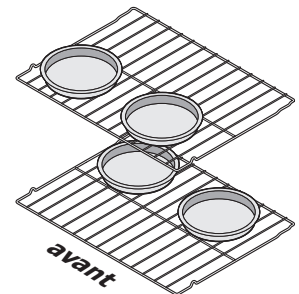

Figure 26 : Espacement des plats
- Lorsque vous cuisinez avec deux grilles de four, positionnez l'ustensile de cuisson comme illustré à la Figure 26.